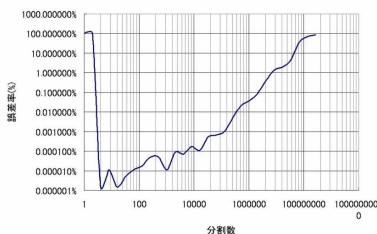

図 3.1  $\int_{-\pi}^{+\pi} \cos^2(x)dx$  の分割数と誤差率の関係
■**簡単な例** 図 3.1 は  $\int_{-\pi}^{+\pi} \cos^2(x)dx$  の計算した結果で、\*1 縦軸は真値  $\pi$  に対する誤差率、横軸は積分区間を分割した要素数  $Nd$  です。\*2 細かく分割すればするほど誤差が増える様子が明確です。